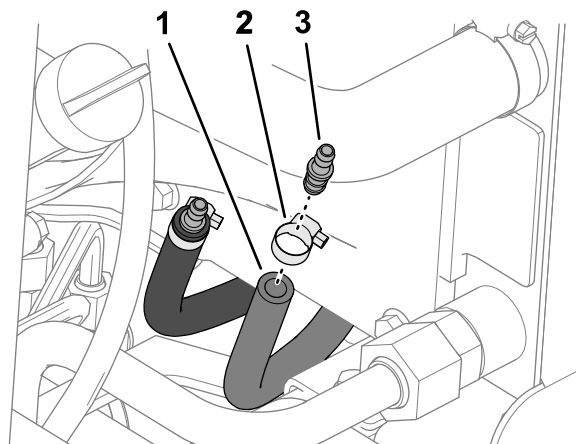

Bild 13
1. Montieren Sie an jedem Schlauch des Kraftstoffkühlers einen gezahnten Schlauchverbinder (Bild 13).
2. Befestigen Sie den Schlauchverbinder an jedem der Schläuche mit den gewendelten Schlauchschellen (Bild 13).